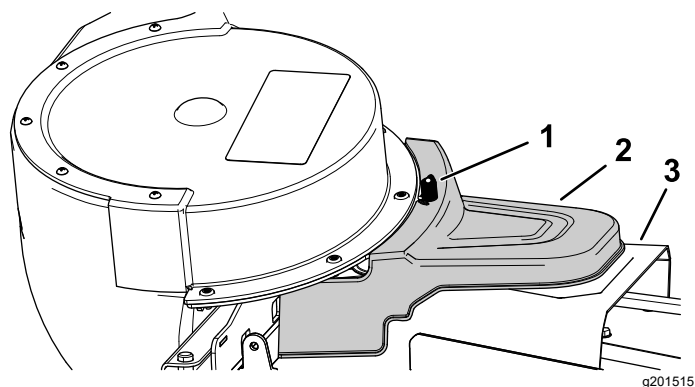

Figura 28
5. Montați capacul sistemului de colectare cu acionare electrică peste capacul curelei i fixați-l prin strângerea butonului (Figura 28).